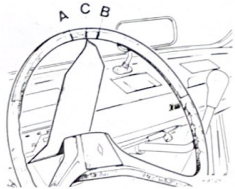

Fig. 5.9. Util "T. Av. 61-01" y marcas para hallar el punto medio de la dirección.
Proceder en primer lugar a determinar el punto medio de la dirección. Para ello se coloca sobre el cuadro de instrumentos la chapa indicada en la Fig. 5.9 con su índice frente al volante. Se gira lentamente el volante a derechas, hasta que el aro de retención de la cremallera entre en contacto con el muelle; en esta posición se hace una marca (A) sobre el volante, donde indica el índice. A continuación se efectúa el giro en sentido opuesto hasta que ocurra lo mismo que en el caso anterior; se marca la línea (B).